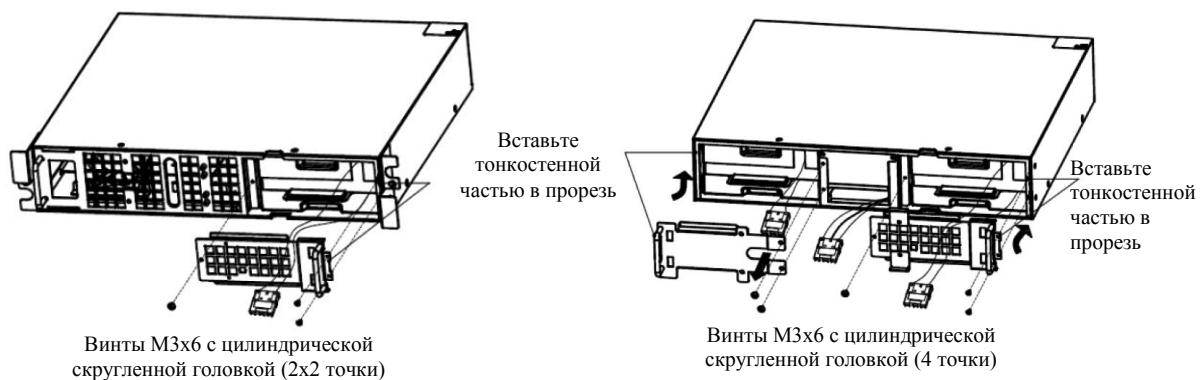

Рис. 26 Снятие перегородки комплекта аккумуляторных батарей
3. Отсоедините кабели, соединяющие отсек аккумуляторных батарей и ИБП. Ослабьте винт на перегородке отсека аккумуляторных батарей, как это показано на рис. 26, затем выньте перегородку слева или справа.